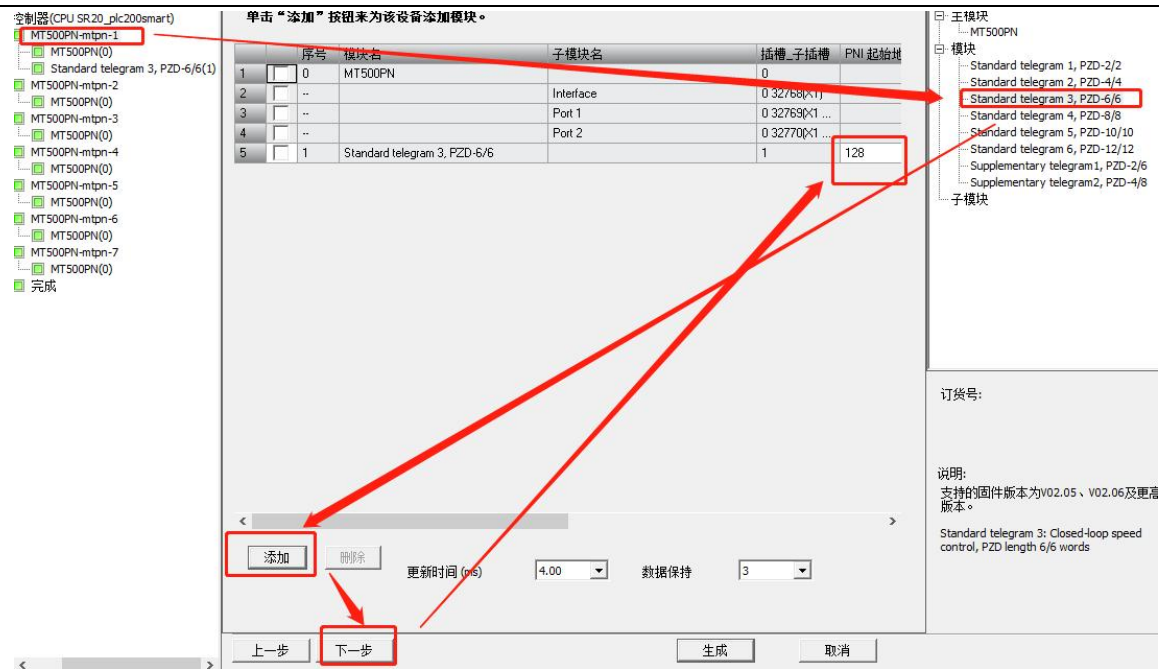

图 42 选择模块
(5)如图 42 所示：检查组态设备的名称和 IP 地址。
(6)如图 42 所示：选择合适的 IO 模块，以本次为例，选择 Standardtelegram 3 模块。